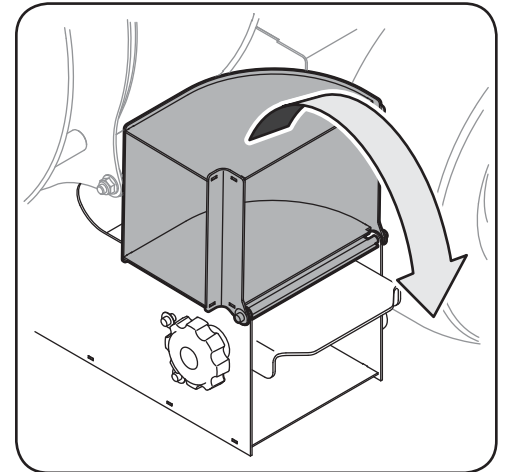

Figure 4-9
2. Abaissez le déflecteur d'éjection vers l'avant pour que ses contours s'appuient contre ceux de la goulotte. Voir Figure 4-9.